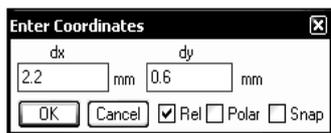
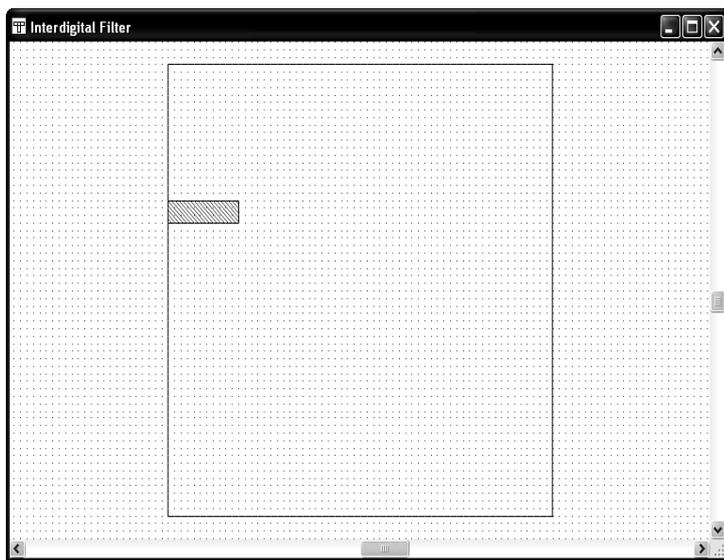

Рис. 5.10
Рис. 5.11
5. Нажмите клавишу **Tab** снова, чтобы снова открыть диалоговое окно **Enter Coordinates** (рис. 5.10). Установите флажок в переключателе **Rel**, чтобы активизировать относительные координаты. Введите **2.2** в поле dx , и **0.6** в поле dy , нажмите **OK**. Проводник прямоугольного сечения отображается в окне электромагнитной структуры (Рис. 5.11).